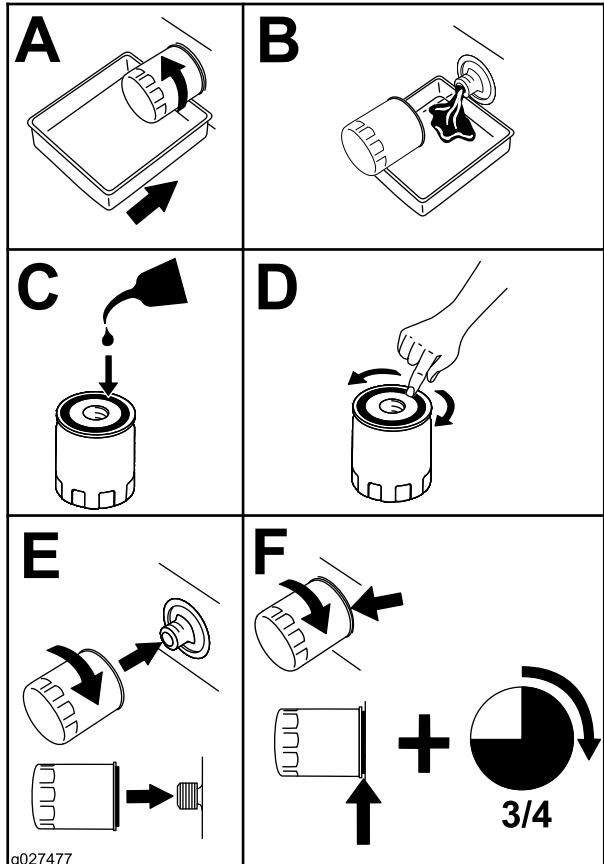

Figura 58
2. Sustituya el filtro de aceite del motor (Figura 58).